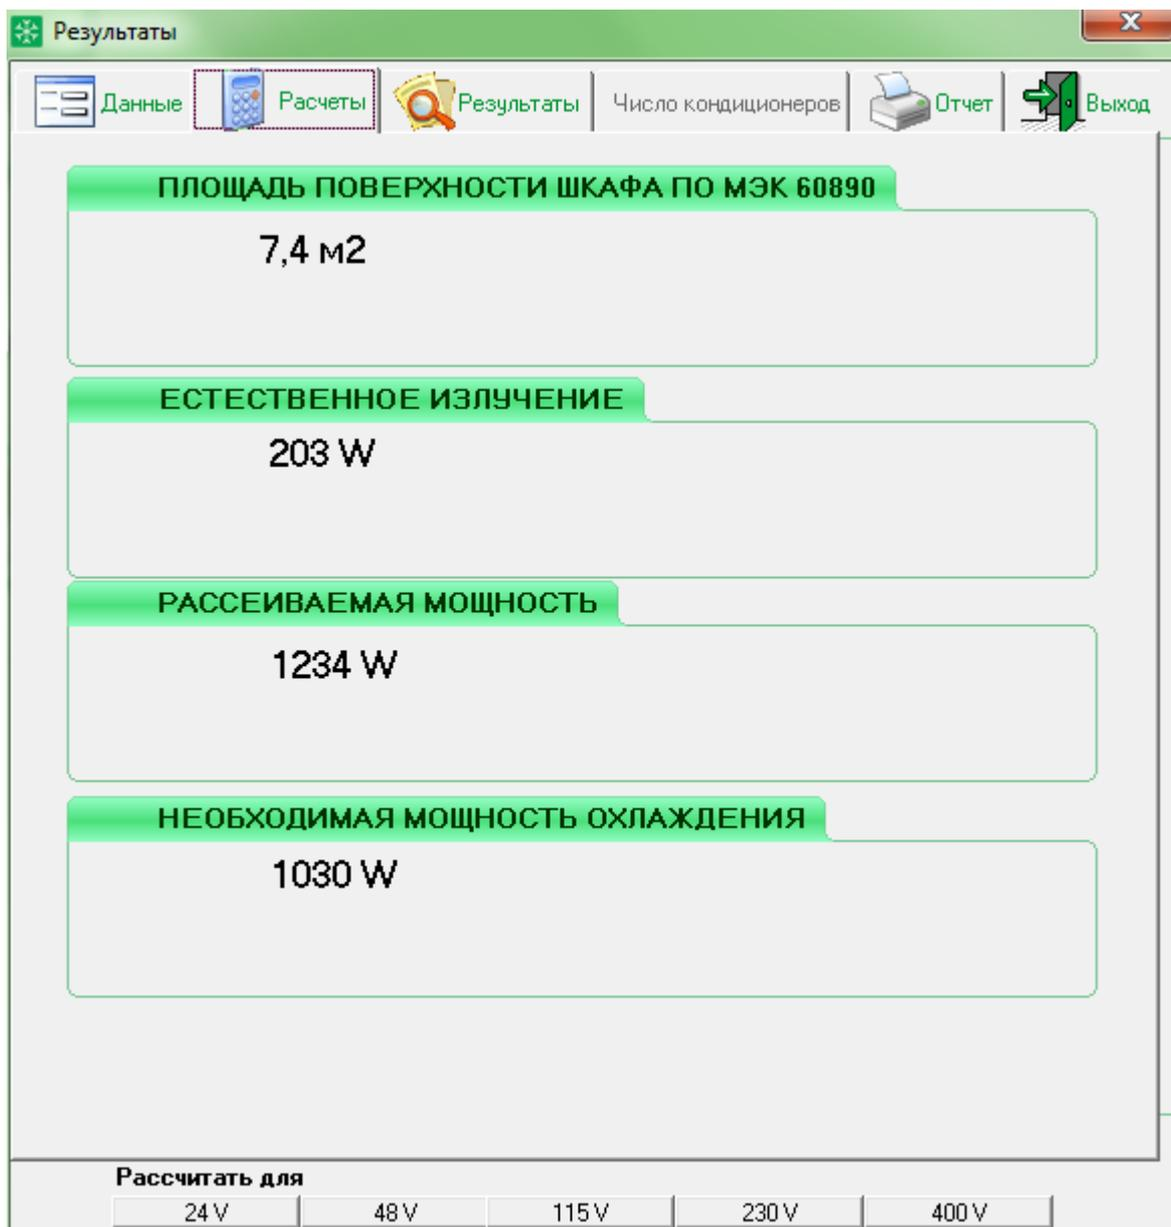

Рис. 32
2.	Расчеты В данной закладке указываются расчетные значения (см. Рис. 32): <ul style="list-style-type: none"> • Эффективной площади поверхности шкафа в соответствии с МЭК 60890 (м²); • Мощности естественного излучения (Вт); • Рассеиваемой мощности (Вт);